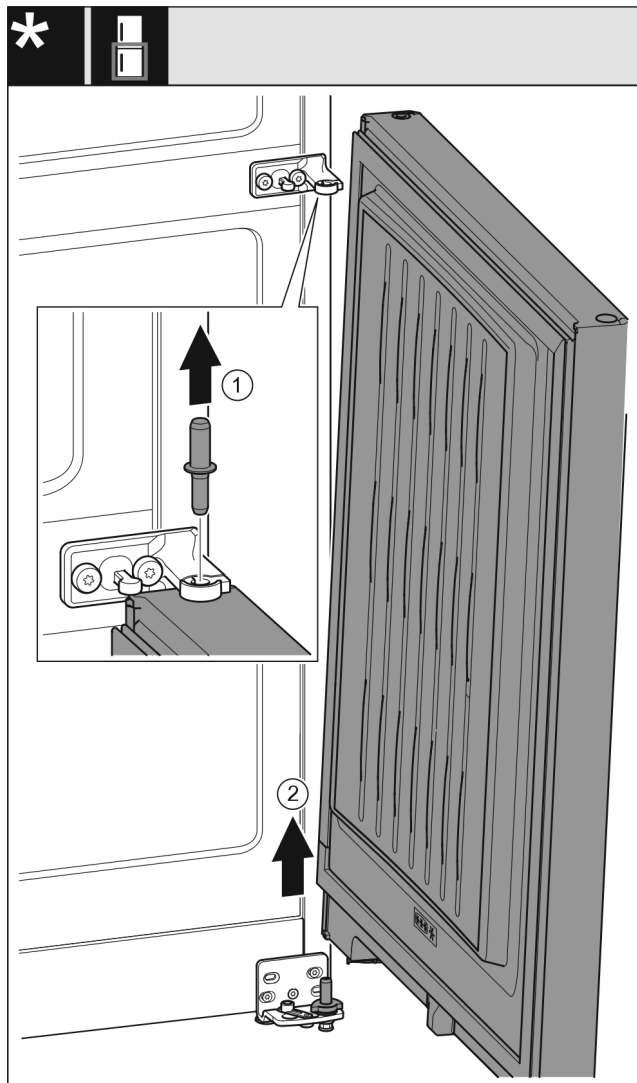

Fig. 10 Bez tlumiče zavírání
- Čep Fig. 10 (1) vytáhněte nahoru.
- Dveře Fig. 10 (2) kývním vysadíte a odložíte stranou.